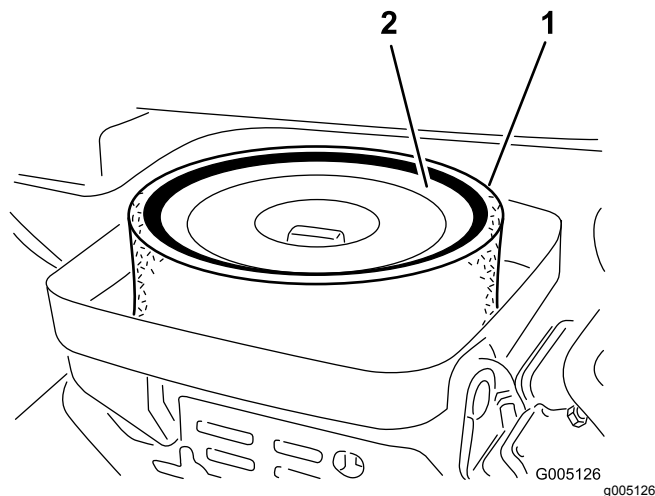

図 29
3. エレメントをエアクリーナに固定している蝶ナットを外す 図 29。
4. スポンジ 図 29 を点検し、汚れていればペーパーエレメントから外す。以下の要領で丁寧に清掃してください